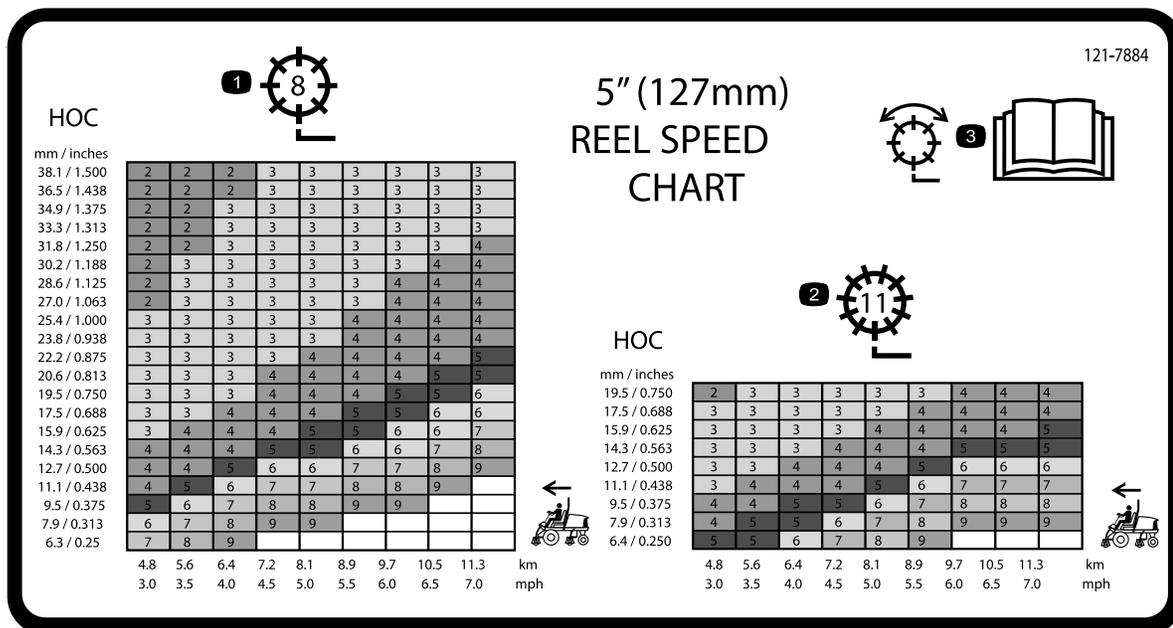

Figura 32
3. Utilize o gráfico no autocolante da velocidade dos cilindros (Figura 32), para determinar a velocidade adequada dos cilindros.